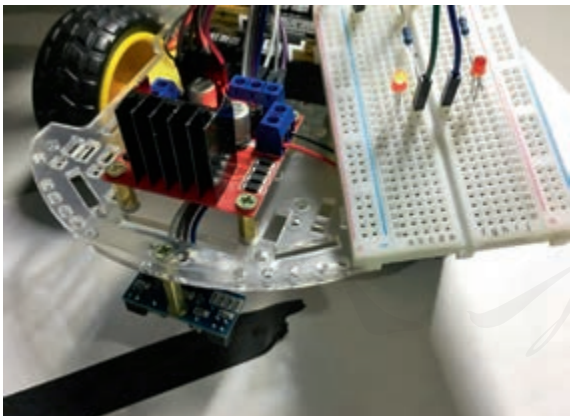
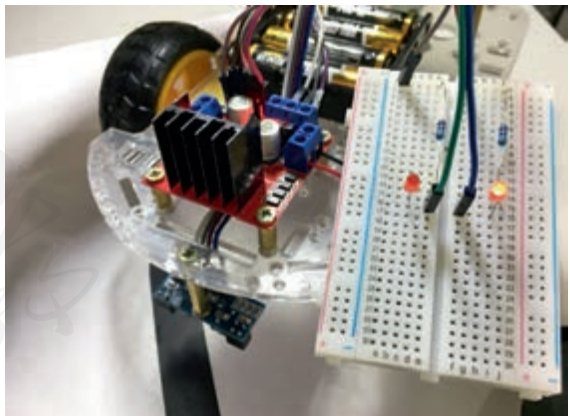

图2-18 左侧红外探测器检测到黑线，左LED亮
图2-19 右侧红外探测器检测到黑线，右LED亮
(4) 测试实验装置（图2-18、图2-19）。当红外探测模块正对着黑色轨迹时，LED指示灯亮；当模块正对着白色地面时，LED指示灯灭。